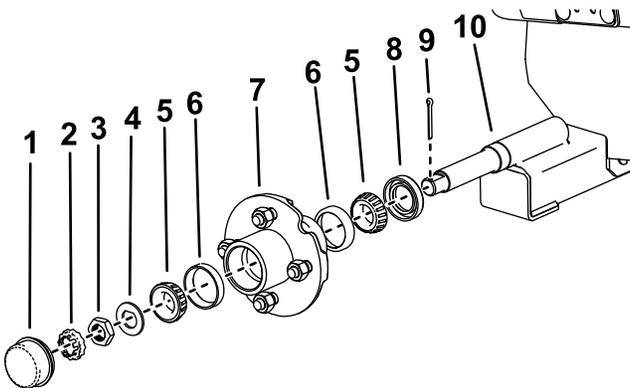

Figura 16
3. Retire o tampão do pó do cubo da roda (Figura 16).
4. Retire o contrapino e a porca de retenção (Figura 16).
5. Retire a porca do cubo, a anilha do veio e o conjunto do cubo do eixo (Figura 16).
3. Instale os copos do rolamento e os rolamentos no conjunto do cubo, como se mostra em Figura 16.
1. Instale o vedante do óleo, o conjunto do cubo e a anilha do veio como se mostra em Figura 16.